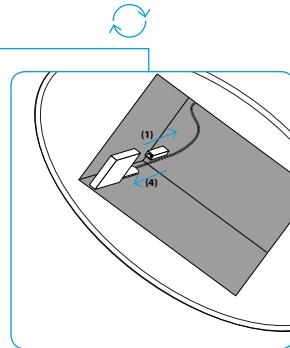

Abb. 3 Einfache Montage des Receivers
Afb. 3 Eenvoudige montage van de ontvangers De ontvanger kan eenvoudig worden gemonteerd zonder extra gereedschap: verwijder het afdekframe van de bovenkant van de kap en breng de ontvanger aan, verwijder de stick (1) **in de binnenkant** van de kap en steek de ontvanger erin.